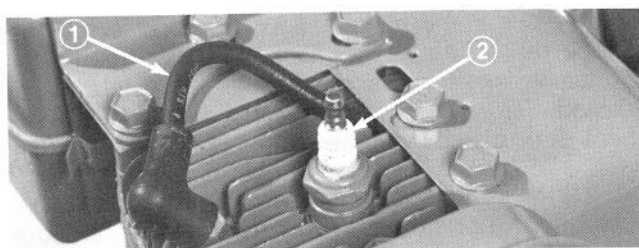

Figure 28
2. Débranchez le câble à haute tension de la bougie (Fig. 28) et enlevez la bougie de la culasse.
4. Raccordez le câble à haute tension à la bougie (Fig. 28).